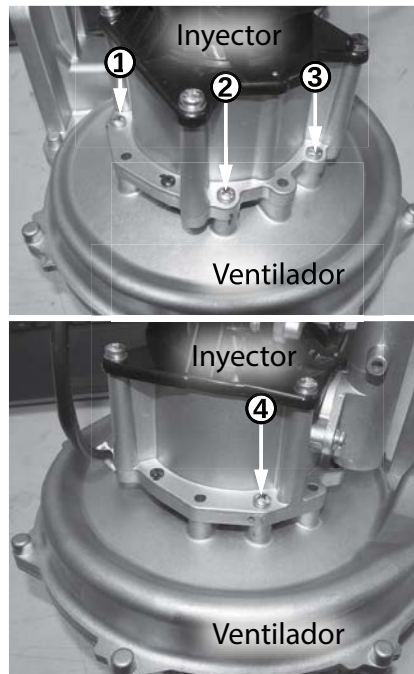

Figura 90 - Ubique los tornillos del ventilador y el inyector.
- 12** Ubique los cuatro tornillos grandes que fijan el ventilador al inyector. La Figura 90 muestra el inyector orientado hacia arriba para facilitar el retiro de los tornillos.